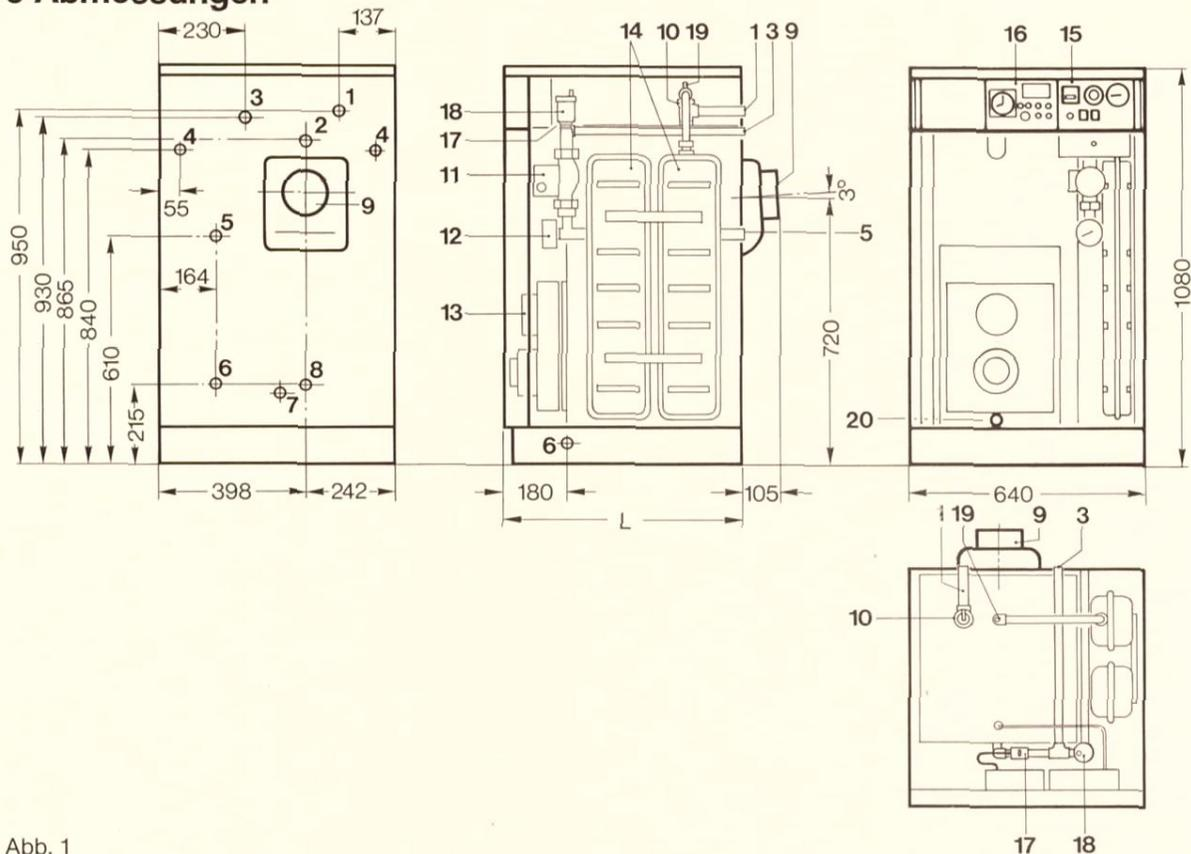

Abb. 1
Legende zu Abb. 1
- Heizungsvorlaufanschluß für 1. Heizkreis (Heizkreis B) am Vorlaufanschluß (5) anschließen. Siehe Abb. 1, Seite 3.
- Heizungsvorlaufanschluß für 2. Heizkreis (Heizkreis M) am Vorlaufanschluß (3) anschließen.
- Heizungsrückläufe von 1. und 2. Heizkreis zusammengeführt am Rücklaufanschluß (8) anschließen.
- Von der Abblasleitung (1) des Sicherheitsventils (9) sollte bauseits ein Ablaufrohr zu einem Bodenein-